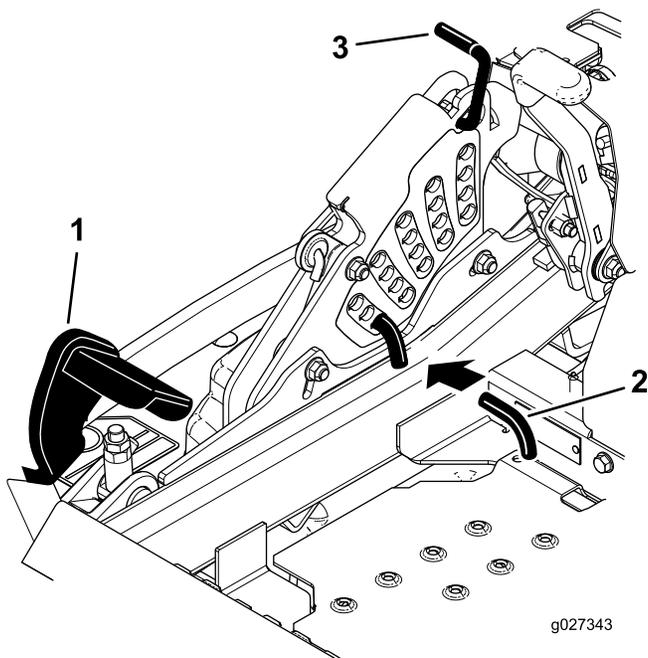

Figura 85
5. Empuje el pedal de elevación de la carcasa hacia delante del todo; la carcasa se enganchará en la posición de transporte de 14 cm (5-1/2 pulg) (Figura 85).